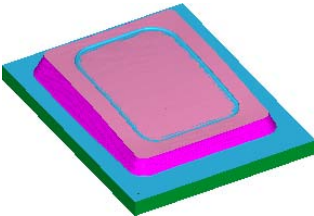

图 5.31 仿真结果图
(1) 在 **刀具路径** 选项卡中单击 **✓** 按钮，然后单击 **验证** 按钮，系统弹出“验证”对话框。
(2) 在“验证”对话框中单击 **▶** 按钮。系统将开始进行实体切削仿真，结果如图 5.31 所示，单击 **✓** 按钮。